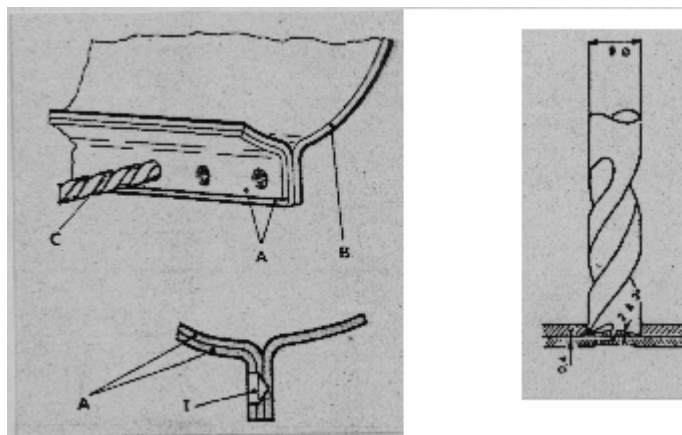

figura 2
2.- Desgrapado con broca especial.- Cuando no podemos llegar a la chapa de la parte interior con la fresadora neumática, empleamos las brocas especiales de la fresadora con una taladradora eléctrica. Conviene dar un granetazo en el centro del punto primero y hay que tener mucho cuidado para perforar solamente la chapa exterior . Los detalles se ven en la figura 2: